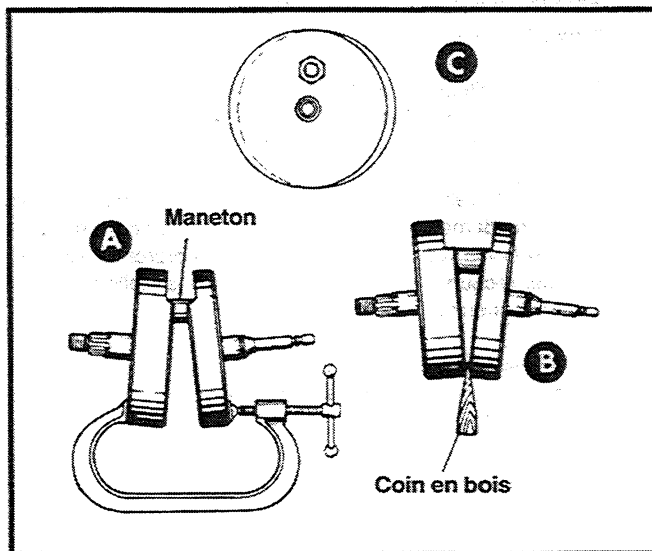

Figure 3-83. Alignement des masses
11. Voir Figure 3-83. La masse peut être excentrée de trois façons, A, B et C ou une combinaison de deux ou des trois façons.